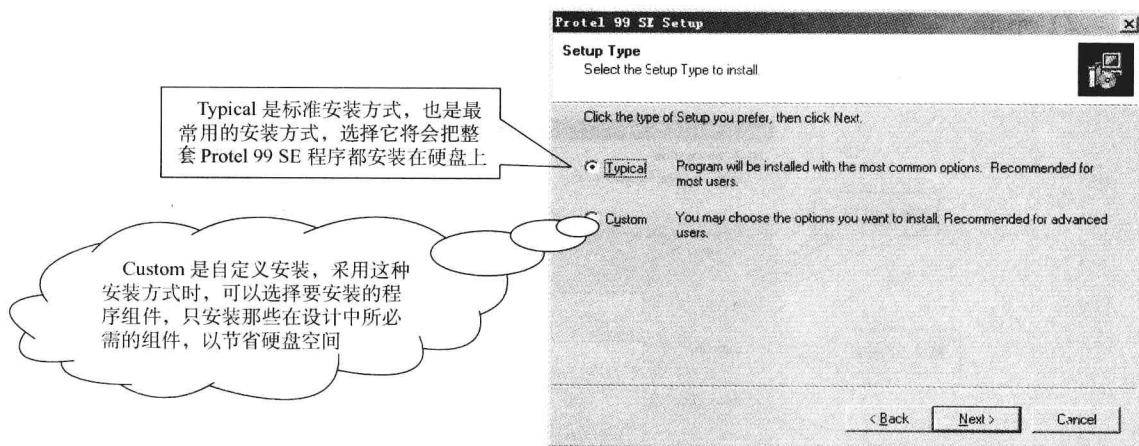

图 1-4 “Setup Type”对话框
4) 单击“**Next >**”按钮，弹出“Setup Type”对话框，如图 1-4 所示，读者可以选择安装方式。